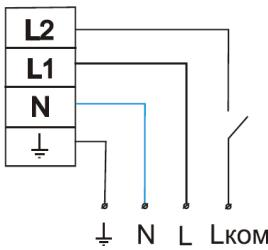

Рис.2
- Если предполагается управлять лампой рабочего освещения, то удалите перемычку L1-L2, и присоедините фазовый провод коммутируемой сети к клемме L2 (см. рис.2)